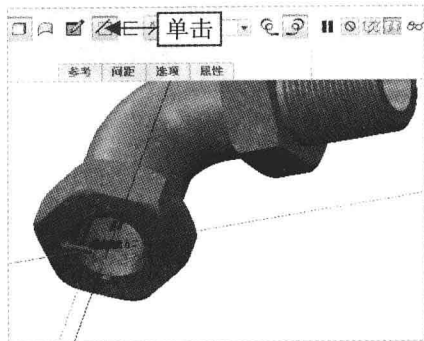

图 16-54 单击“移除材料”按钮 2
Step 10 单击“关闭”面板中的“确定”按钮✓，完成截面绘制并退出草绘环境，返回到“螺旋扫描”选项卡，在“输入间距值”数值框中输入 1，单击“移除材料”按钮，如图 16-54 所示。